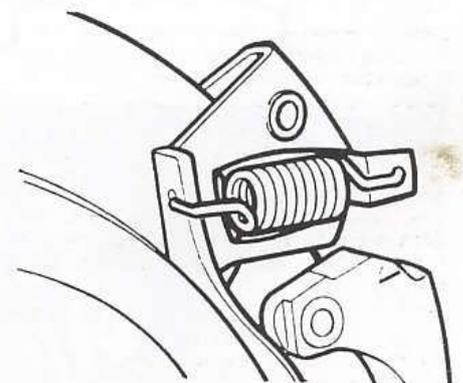

Figure 102. — Cavalier basculé, l'étrier n'est plus maintenu
- En utilisant un tournevis comme levier, faire basculer les cavaliers (fig. 102).